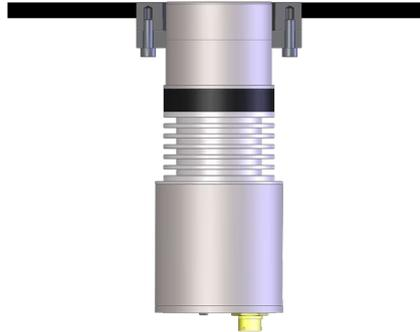

Abbildung 24: Bündig montierter Sensor
5. Stellen Sie sicher, dass der Sensor bündig zur Innenwand der Einbauposition abschließt (Abbildung 24). Passen Sie die Position des Klemmrings an, wenn der Sensor nicht bündig ist.